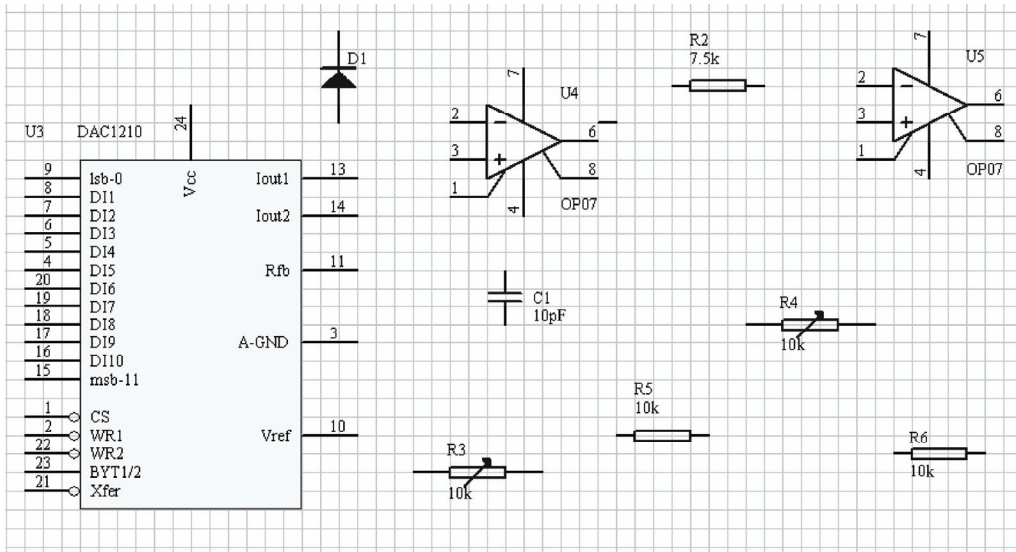
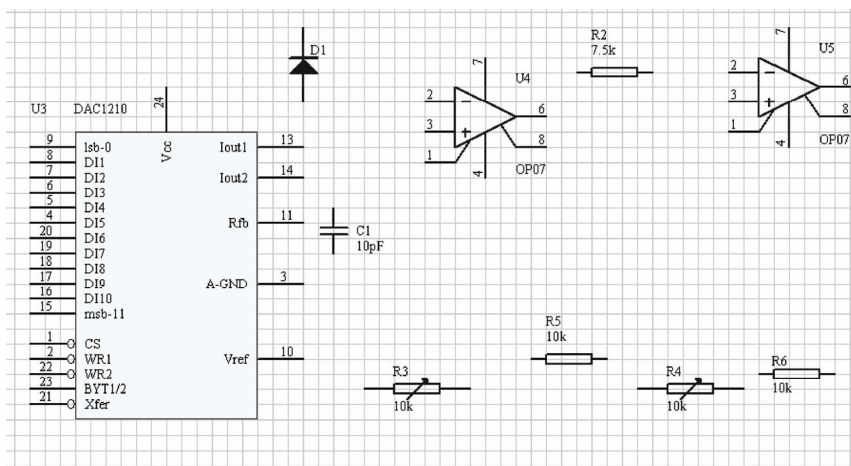
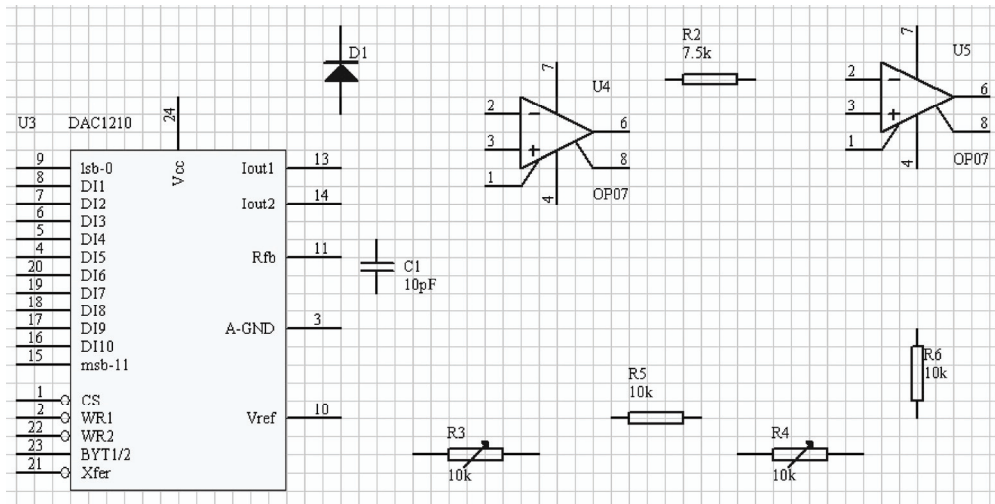

图 2-38 放置一些元器件的图形
图 2-46 移动电容和电阻后的电路元器件布置图
图 2-48 旋转 R6 后的图形
本节将以一个放置了电子元器件的图形为例介绍元器件位置的调整。放置了元器件的图形如图 2-38 所示。
假设移动如图 2-38 所示的电容 C1 和电阻 R4,具体操作过程如下。
3) 再执行上述操作,移动电阻 R4,移动后的图形如图 2-46 所示。
从图 2-38 和图 2-46 所示，可以看出电阻 R4 移动了一定的距离。同理，移动其他图件如线条、文字标注等的方法与此类似。
此时用户可以修改 X、Y 位置坐标，移动元器件位置。设定一定旋转角度，以旋转当前编辑的元器件，如设定图 2-46 中的电阻 R6 旋转 90°，其他电阻元器件的旋转角不变，得到元器件图如图 2-48 所示。